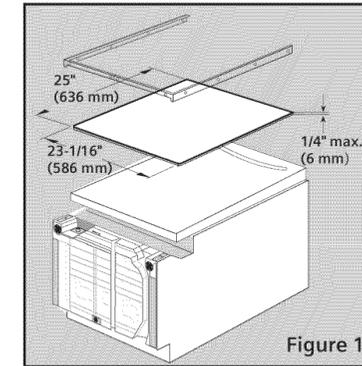

Figure 1
Accessory Door Panel kits allow you to install a custom panel (up to 1/4" thick) on your dishwasher. The panel dimensions are shown in Figure 1. Install the panel before sliding the dishwasher into place. Contact Customer Service to see if a kit is available for your model and to obtain ordering instructions.
Ce nécessaire permet d'installer un panneau sur mesure (jusqu'à 1/4 po d'épaisseur sur le lave-vaisselle. Les dimensions du panneau sont données à la figure 1. Installer le panneau avant d'insérer l'appareil en place. Communiquer avec le service à la clientèle pour savoir si un nécessaire est disponible pour le modèle acheté et obtenir les instructions de commande.
- Do the openings for electric cable, water line and drain hose routing through cabinet fit within the shaded area in figure 1?